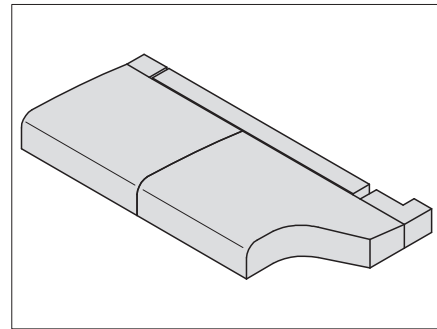
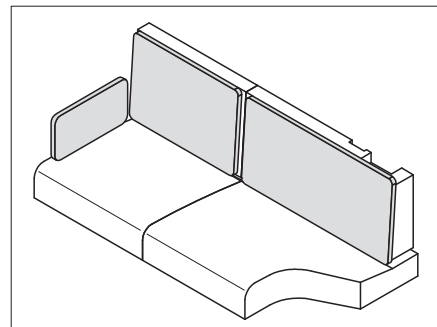

Bild 203 Sitzauflagen positionieren
Bild 205 Polster für Rückenauflagen
- Sitz-, Rücken- und Zusatzpolster wie in Bild 203 bis Bild 205 gezeigt auflegen.